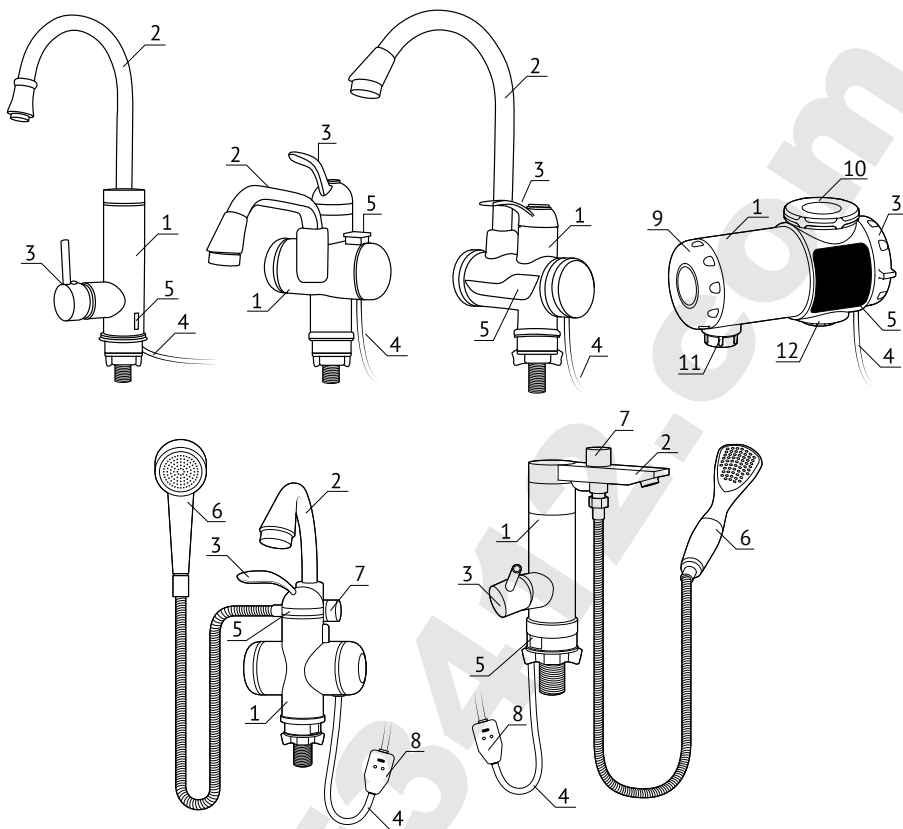
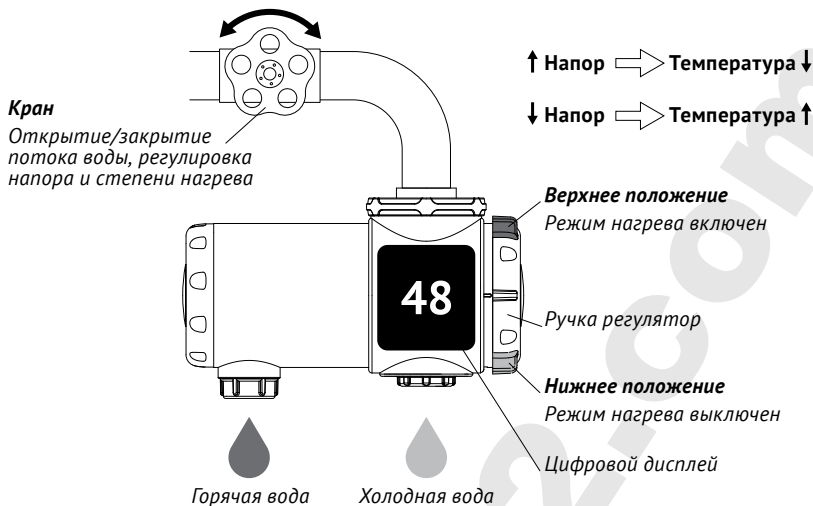

Рис. 1
Рис. 9
Основные элементы конструкции проточного крана-водонагревателя (рис. 1):
5. Перед подключением крана к электрической сети и началом эксплуатации, откройте кран или поднимите рычаг смесителя и заполните нагревательную камеру водой (см. рис. 9). Не перекрывайте воду до тех пор, пока она не будет выходить из крана равномерной струей, без пузырьков воздуха.
Ручка-регулятор съёмной модели крана ВЕГ-019А предназначена для включения/выключения режима нагрева воды. В зависимости от выбранного режима (положения ручки) вода выходит из аэратора горячей или холодной воды (см. рис. 1, 9). Открытие/закрытие потока воды и регулировка напора выполняется с помощью рукоятки/вентиля смесителя (крана). Чем больше установлен расход/напор, тем ниже температура воды на выходе из крана. Принцип управления работой крана показан на рис. 9.